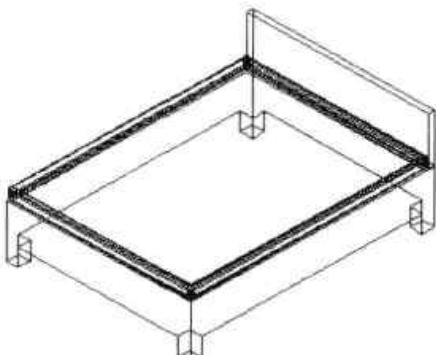

图14-64 拉伸横截面
**Step11** 将视图设为“西南视图”，并设置好坐标方向，执行“拉伸”命令，拉伸床靠背横截面，如图 14-64 所示。